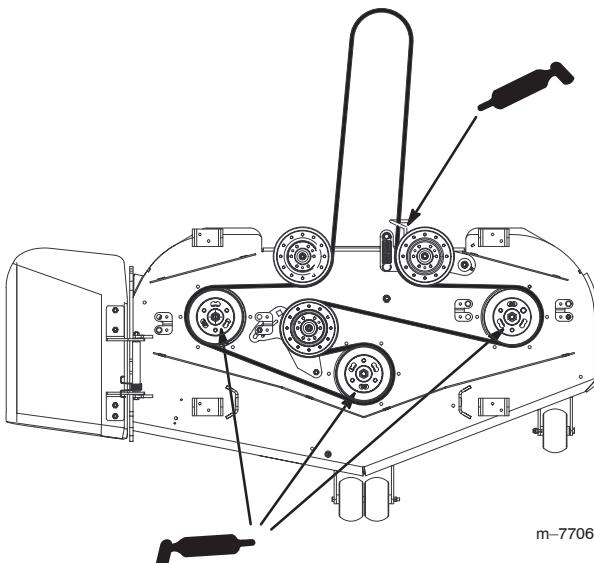

Figure 39
3. Lubrifiez les graisseurs des roulements des 3 axes (Fig. 39).
4. Graissez le pivot de la poulie de tension (Fig. 39).
5. Lubrifiez les graisseurs des bras de poussée (Fig. 39).